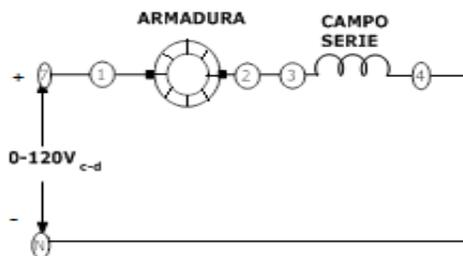
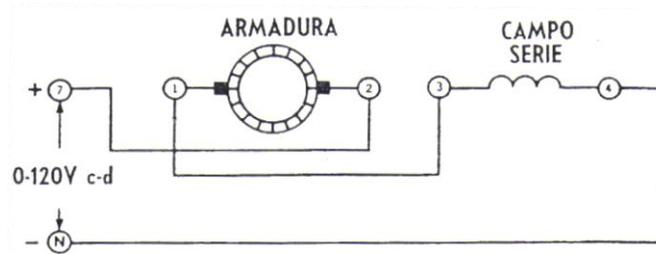

Figura 2-2.
Figura 2-3.
5. Con los **Módulos EMS de Fuente de Energía**, de **Medición de CD** y del **Motor Generador de CD**, conecte el circuito ilustrado en la **Figura 2-2**. Observe que la armadura está conectada en serie con el devanado de campo en serie, a través del voltaje de entrada.
9. Vuelva a conectar el circuito de la **Figura 2-3**. (El único cambio hecho en relación con el circuito de la **Figura 2-2**, es que las conexiones a la armadura quedaron invertidas).
10. Repita los Procedimientos 6 al 8 (con las conexiones de la armadura invertidas que se indican en la **Figura 2-3**).